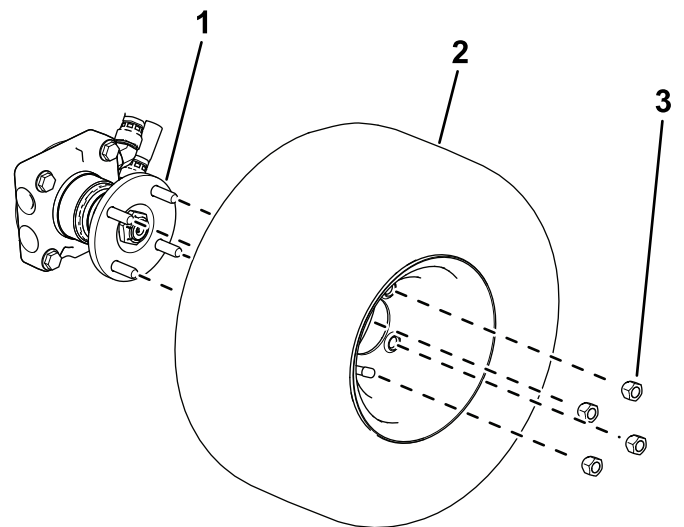

**Bild 3**
1. Verwenden Sie vier Radmutter, um das Rad an der Radnabe zu befestigen (Bild 3).